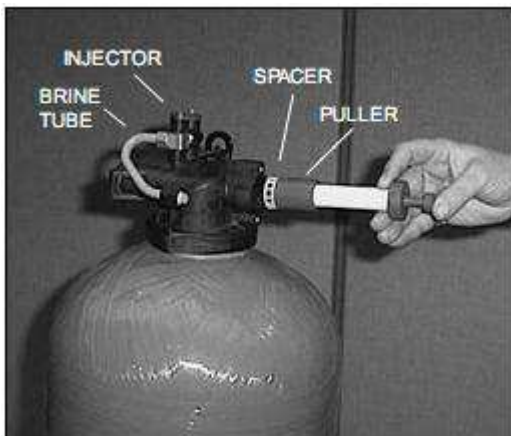

Рис. 3. Извлечение сепаратора из корпуса клапана.
8. Задвиньте захваты экстрактора (центральная кнопка вытянута) и вставьте его в канал корпуса клапана, прижав плотно к первому сепаратору (см. рис. 3). Нажмите центральную кнопку экстрактора, чтобы захваты выдвинулись и вошли в отверстия сепаратора. Извлеките экстрактор вместе с сепаратором из клапана. Потяните снова центральную кнопку, чтобы снять сепаратор с экстрактора.